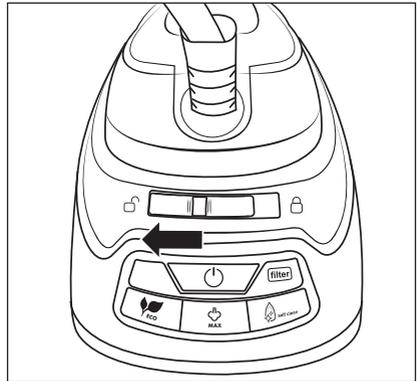

Fig. 4
- 2) Aktivér dampstrygejernet **1** ved at skyde låsekontakten **15** mod venstre mod  (aktiveret) (se fig. 4).